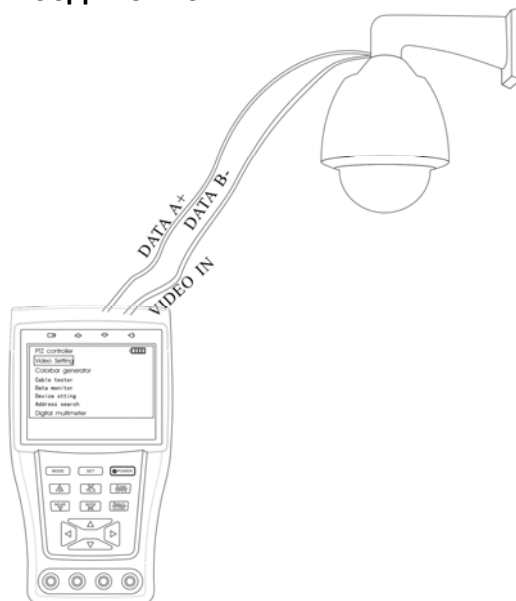

Рис. 3.2
1. Подключите CCTV-тестер к управляемой камере как показано на Рисунке (Рис. 3.2).